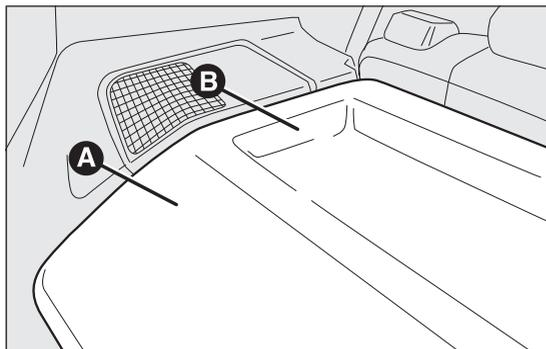
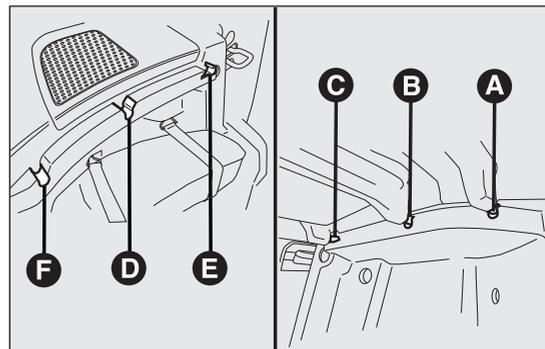

fig. 70
fig. 71
La cappelliera fig. 70 è costituita da due parti.
- aprire il portellone bagagliaio e sollevare la parte anteriore A fig. 70 sganciando il perno A fig. 71 dalla sede F fig. 71;
- sollevare la parte posteriore B fig. 70 sganciando i perni B e C fig. 71 dalla sede D e E fig. 71;